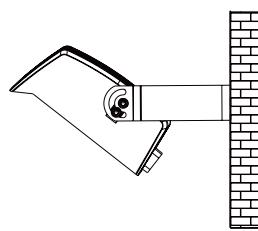

figura 5
- Paso 3: Afloja el tornillo. Ajusta los ángulos del accesorio según sea necesario y aprieta los tornillos más tarde (figura 5).